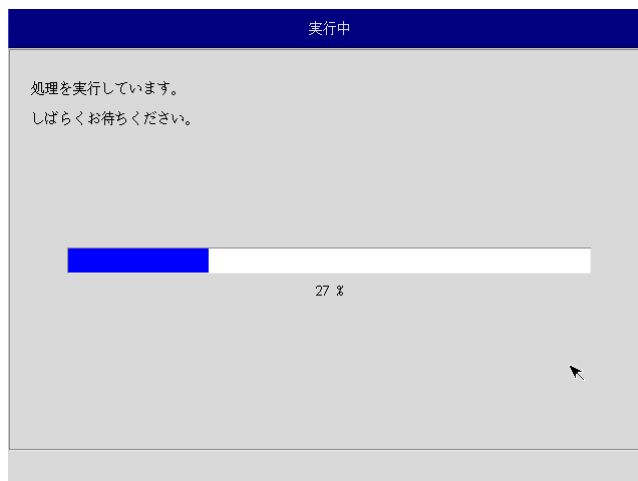

図 6-4-5. 実行中画面
- ⑩ 実行中画面(図 6-4-5)が表示され、処理が開始されます。実行中は DVD ドライブ、保存メディアを外さないでください。また、電源を落とさないようにしてください。